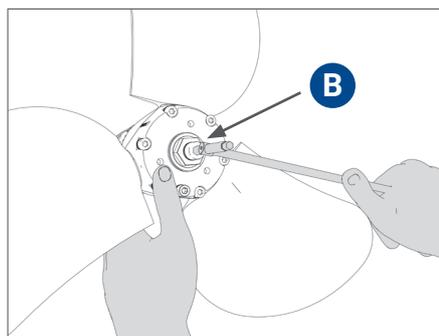

ABB. 5 Anziehen der Sicherungsschraube (Saildrive)
- Es wird eine Sicherungsschraube mit einer speziellen Unterlegscheibe **B** mitgeliefert, die nach dem Anziehen der Mutter **A** eingeschraubt werden muss (**Abb. 5**). Wenn der Einbau an Land erfolgt, können Sie auf das Gewinde der Welle eine mittlere Schraubensicherung (z. B. Loctite® 243) auftragen. Wenn der Vorgang im Wasser erfolgt, kann dies unterbleiben, da die Spannmutter **A** in jedem Fall mit einem selbstsichernden System ausgestattet ist.